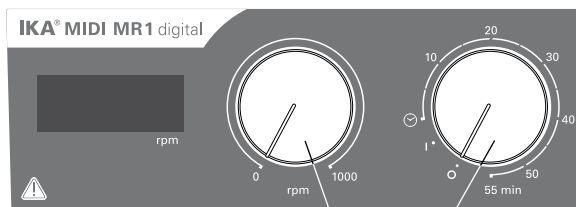

Fig. 3
- ☞ Slå på apparaten genom att vrida vridknoppen **"På/av"** och **"Timer"** (**B**, se **Fig. 3**) medurs till position **"1"**.
- ☞ Ställ in motorvarvtalet med reglerknoppen **"Varvtal"** (**C**, se **Fig. 3**). Motorvarvtalet kan ställas in till mellan 0 och 1000 rpm för **MIDI MR 1 digital** och till mellan 0 och 600 rpm för **MAXI MR1 digital**.